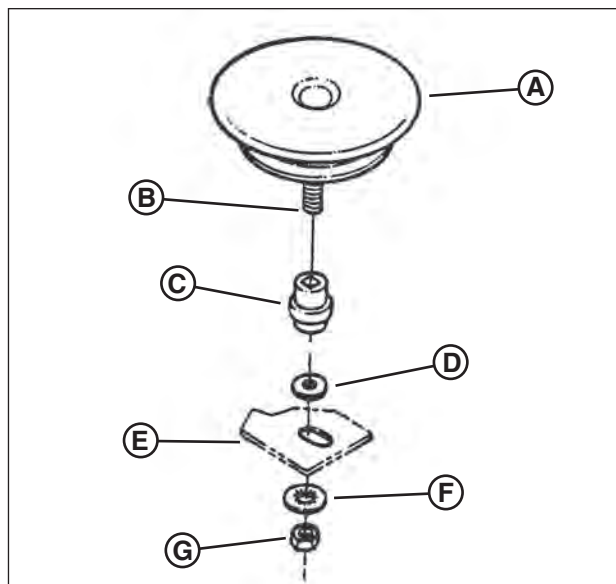

Figure 34: Dépose du disque d'entraînement
5. Tenez l'extrémité fendue du boulon du disque d'entraînement (**B, Figure 34**) à l'aide d'un tournevis et enlevez l'écrou (**G**) et la rondelle frein interne (**F**).